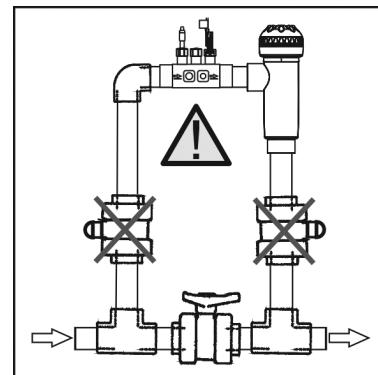

Fig. 4
1. Colocar o colarinho fornecido a um lanço da tubagem situado na entrada da célula de electrólise. O colarinho deve ser colocado sempre na posição horizontal no solo (ver Fig. 4).
1. Colar o porta-sensores fornecido a um lanço da tubagem situado na entrada da célula de electrólise. O porta-sensores deve ser colocado sempre na posição horizontal no solo (ver Fig. 4), de modo que as entradas rosqueadas (1/2" - 3/8") continuem acessíveis para la instalação posterior do injecto da bomba de dosagem e o eléctrodo de terra (facultativo)